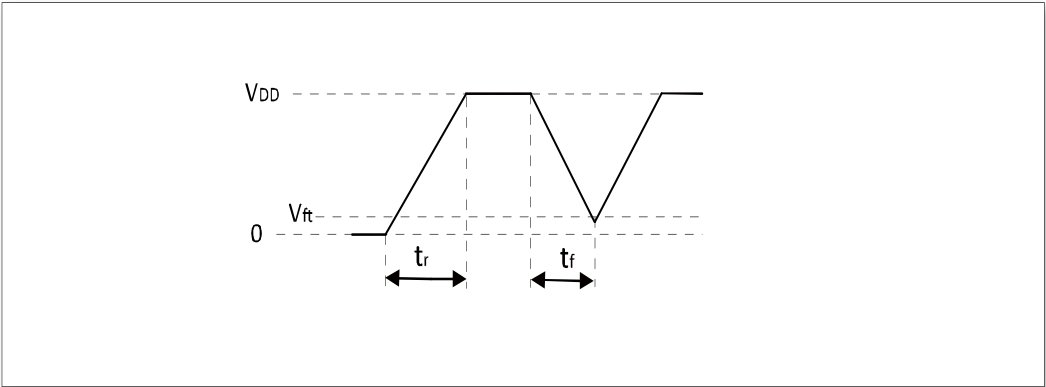

图 5-5 上电与掉电波形
1. 芯片上与掉电 VDD 波形需严格遵循图 5-5 中 tr 和 tf 阶段，上电过程不得出现掉电现象。